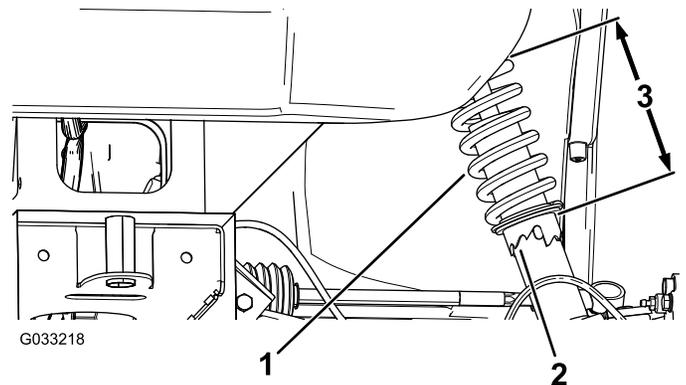

図 56
2. キャンバの調整が必要な場合には、スパナレンチでショックアブソーバのカラーを回してホイールを整列させる 図 56。